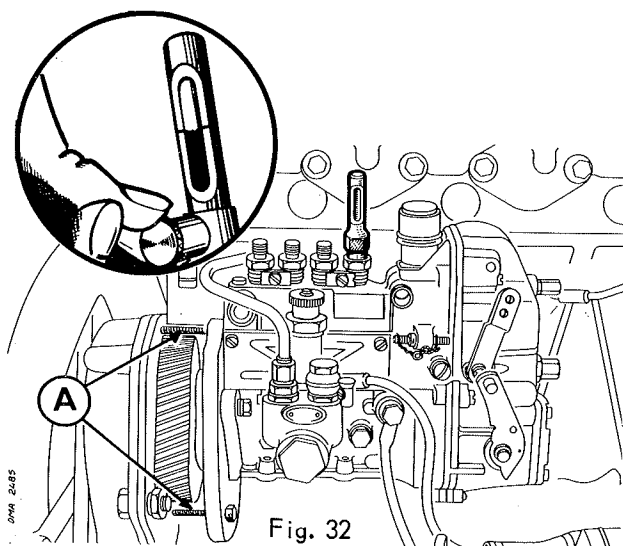

Fig. 32
Présenter la pompe sur le moteur et la maintenir par deux vis (A) ($\varnothing$ 8 longueur 80 mm) qui serviront de guide (fig. 32).